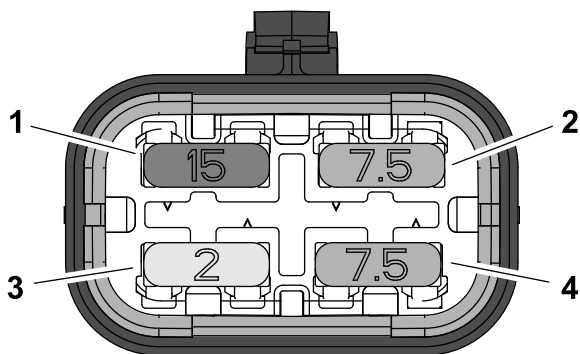

Рисунок 43
- Вставьте новый предохранитель в гнездо блока предохранителей (Рисунок 43).